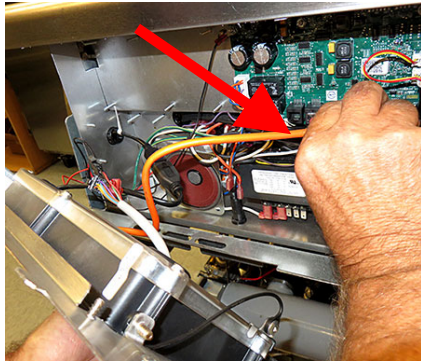

図 37
42. ベゼルを慎重に下げ、最初にコントローラーから SIB へのオレンジ色のケーブルを外します (図 37 を参照)。